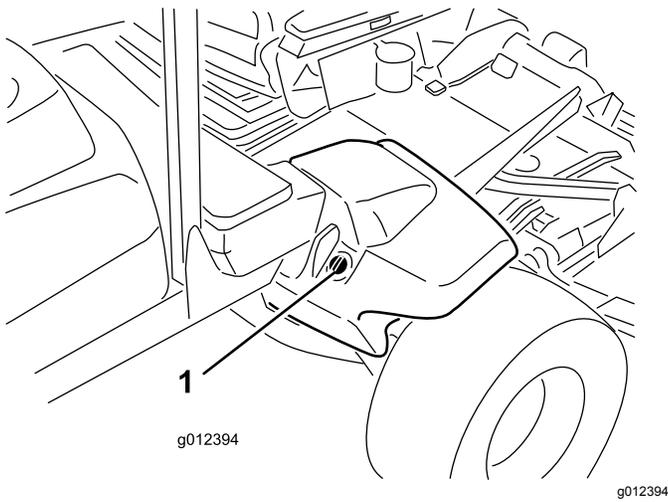

Bild 19
2. Reinigen Sie den Bereich um den Einfüllstutzen und den Deckel des Hydraulikölbehälters (Bild 19). Drehen Sie den Deckel vom Einfüllstutzen ab.